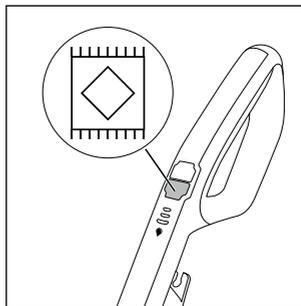

Fig. 17
- ◆ Per accendere l'apparecchio premere l'interruttore Moquette  **13** (vedere fig. 17). Il LED dell'interruttore Moquette  **13** si accende con luce blu.
- ◆ Per spegnere l'apparecchio premere nuovamente l'interruttore Moquette  **15** (vedere fig. 17).